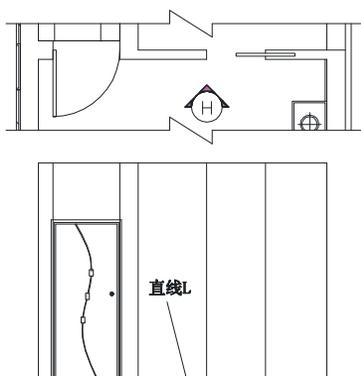

图 8-1-83
**STEP 03** 使用复制命令 COPY 将卧室门复制一个放在如图 8-1-83 所示的位置。
**STEP 04** 使用偏移命令 OFFSET 将如图 8-1-83 所示的直线 L 分别向上偏移 85、1915、20、715,如图 8-1-84 所示。